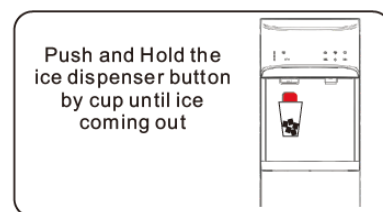

Fig 10
2. Utilice el vaso de agua para pulsar el botón dispensador de hielo y manténgalo pulsado hasta que el hielo salga por la boquilla: Después de soltar el botón, el dispensador de hielo se detendrá **(Fig 10)**